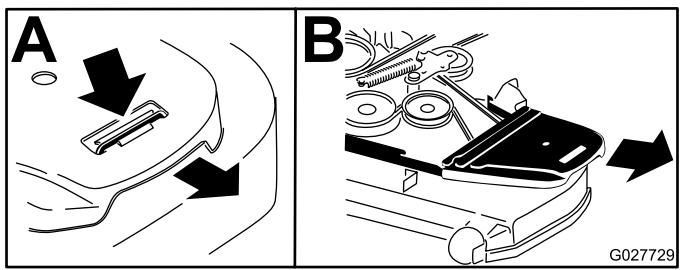

Figura 80
5. Retire la cubierta de plástico de la correa (Figura 80).
4. Retire las cubiertas de la correa (Figura 80).